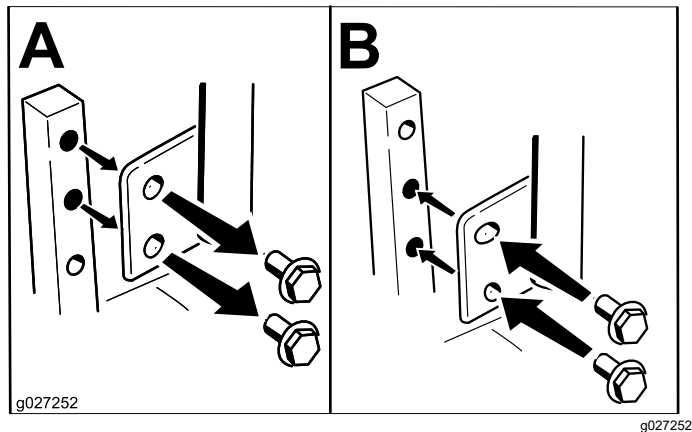

Рисунок 12
Вы можете установить рычаги управления движением выше или ниже для максимального удобства (Рисунок 12).
2. Ослабьте нижний болт только в такой степени, чтобы можно было наклонить рычаг управления вперед или назад (Рисунок 12).